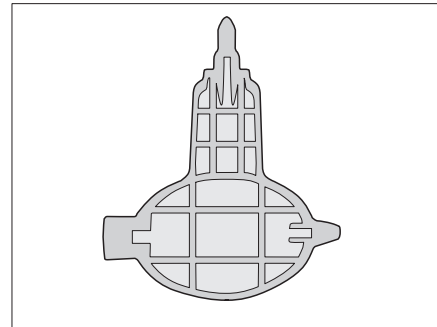

Fig. 345 Chiave per il sifone (solo modello Alpa)
- ▷ Per il modello Alpa è disponibile una chiave (Fig. 345) per sbloccare il sifone.